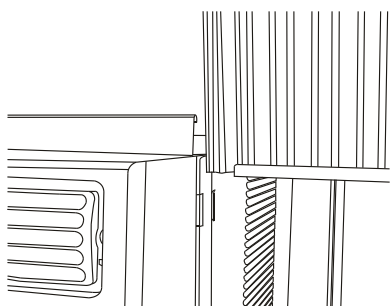

Fig.2
- B. Deslice el extremo libre de la sección "I" del panel directamente en el mueble como se muestra en la Fig. 2.